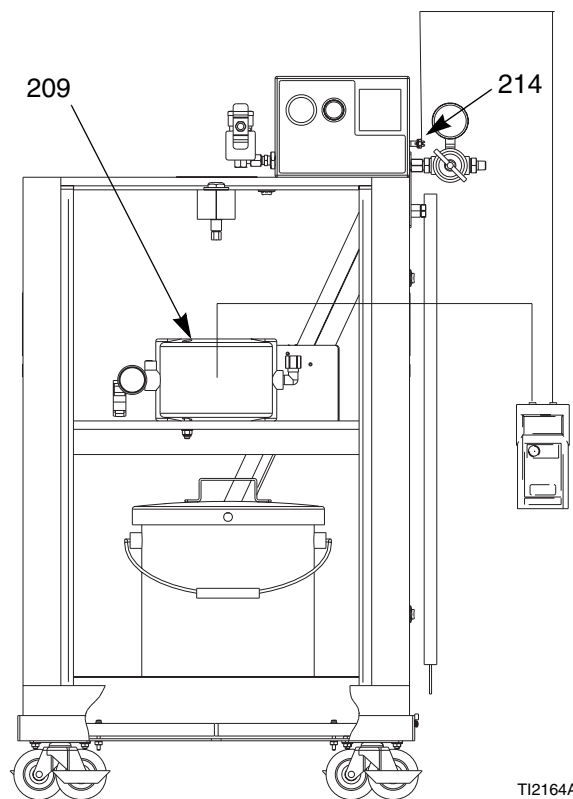

Fig. 23. Prova della resistenza del cilindro
Vedere FIG. 23. Rimuovere lo sportello del dispositivo. Utilizzando un ohmmetro, misurare la resistenza dalla pompa (209) al morsetto di terra (214). La resistenza deve essere meno di 100 ohm. Se si superano i 100 ohm, sostituire il cilindro collegato a terra.